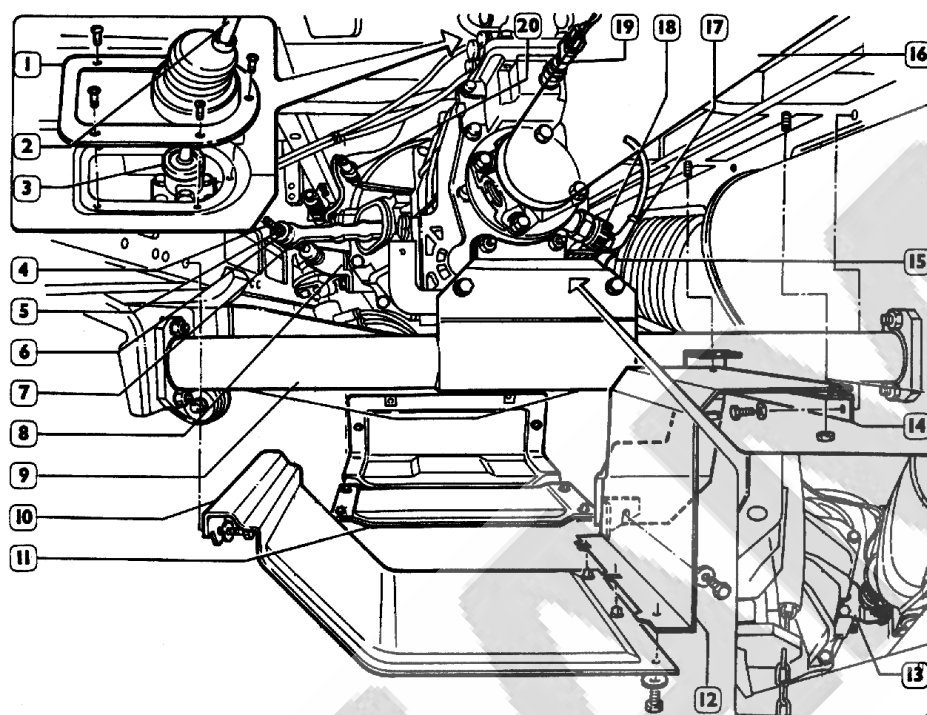

Figura 197
28. Conectar los tubos (6) de la válvula limitadora de flujo (5).
29. Posicionar el radiador de agua (14) junto con el radiador de aire (21) en los soportes (8). Montar los tornillos laterales (9).
30. Realizar la conexión eléctrica (19) del interruptor de comando de la válvula solenoide.
31. Montar las mangueras (23) en el radiador de aire (21) y el colector de admisión.
33. Montar la manguera (2) en la válvula termostática (13).
34. Montar el tubo de aire (3) en el turbo compresor (26) y en el radiador de aire (21).
35. Montar el tubo de aire (25) en el turbo compresor (26) y en el filtro de aire (24).
36. Montar el tornillo (16) en el radiador (14).
37. Montar las chapas de protección (10, 11, 12 y 14; figura 197).
38. Montar la tapa (27) en el depósito suplementario.
40. Posicionar la parrilla frontal (17) y montar los tornillos de fijación.